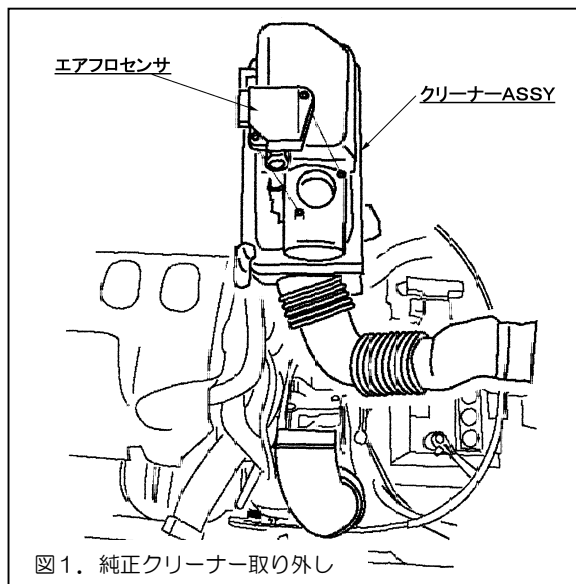

図1. 純正クリーナー取り外し
3. ケースよりエアフロセンサーを取り外して下さい。(図1参照)